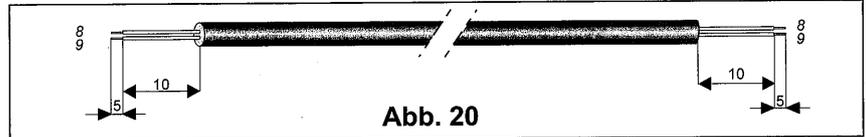

Abb. 20
5. Bereiten Sie das Ende des Doppelader Kabels zum Verbinden wie in Abb. 20 vor.
6. Trennen Sie den Widerstand (4) vom Doppelader Kabel der Inneneinheit (3) ab und verbinden Sie statt dessen den Kabelverbindungsstecker des Doppelader Kabels (6).
7. Verbinden Sie das andere Ende des Doppelader Kabels (3) mit der Doppelader Anschlußklemmen der Außeneinheit (7).